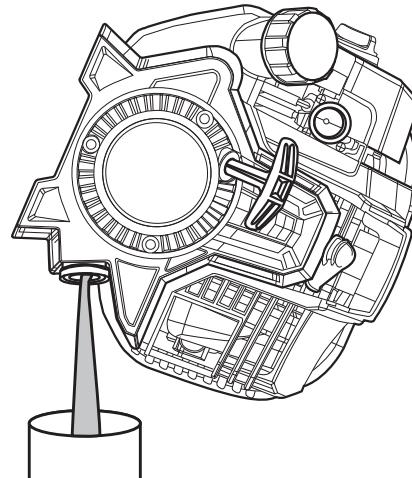

Fig. 22
3. Incline el equipo de manera vertical para vaciar el aceite del depósito hacia un recipiente (Fig. 22). Deje pasar tiempo suficiente para que se drene por completo.